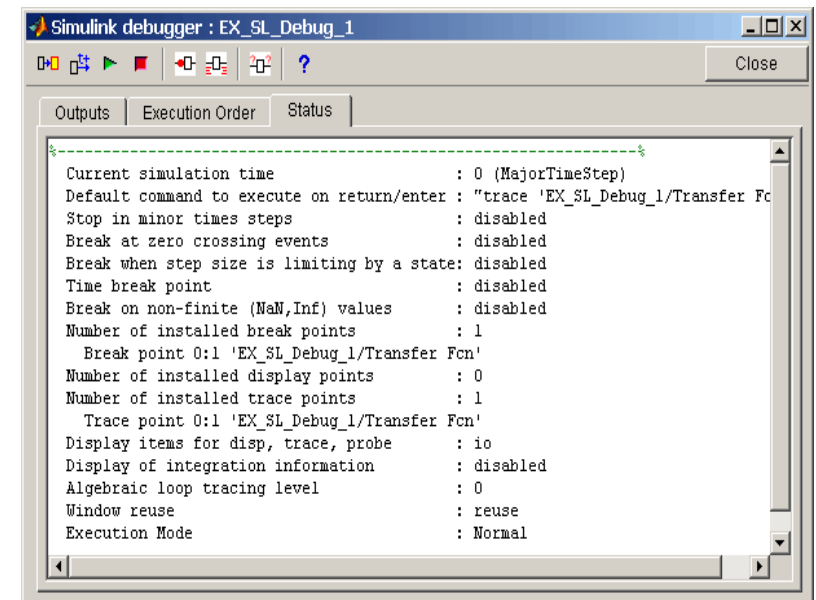

Рисунок 13.9. Вкладка **Status** главного окна отладчика
3. **Status** – Статус отладчика. На данной вкладке (рисунок 13.9) отображается информация о настройках и текущем состоянии отладчика: значение текущего временного шага, количество точек прерывания, информация об установке точек прерывания по условию и т.п.